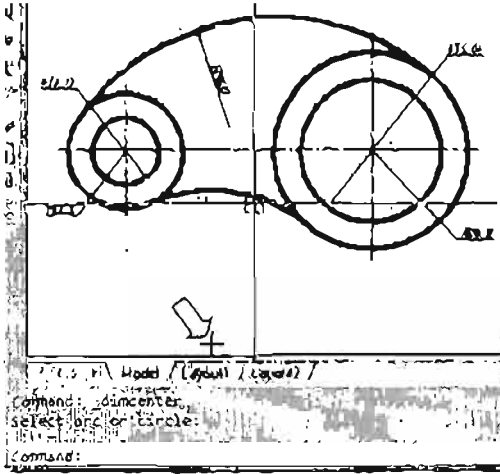

Рис. 5.53. Нанесение маркера центра
- 1) маркером центра  DIMCENTER определите расположение центра дуги (рис. 5.53);